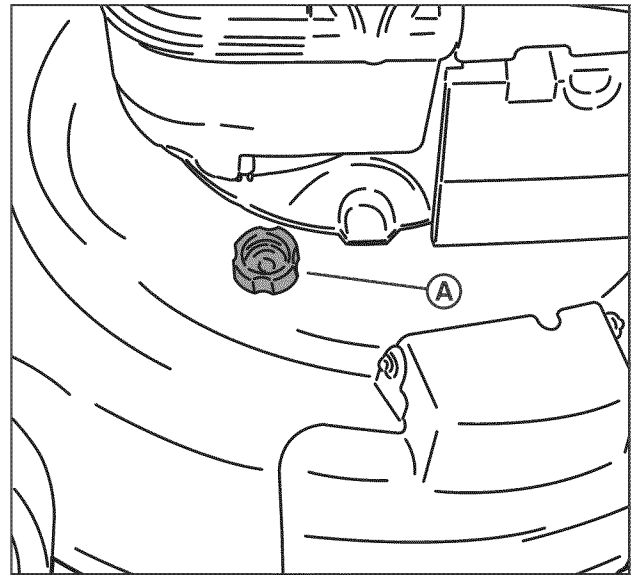

Figura 20: Puerto de deslave
5. Conecte el extremo macho de una manguera estándar con el conector del puerto de deslave (A, Figura 20, página siguiente).